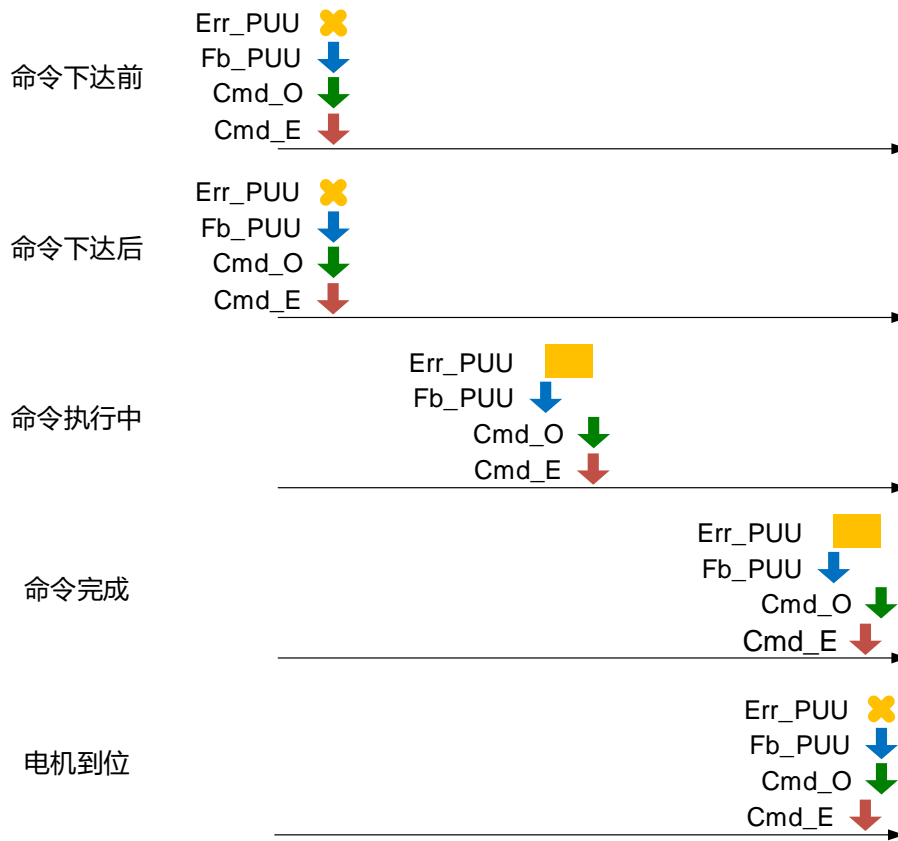

图 7.1.3.1.3 原点复归模式监控变量关系示意图
7.1.2 节中提到，PR 模式中有四个监控变量可提供用户观察伺服命令与回授的状态，分别为：命令位置 PUU(Cmd\_O)、PR 命令终点寄存器(Cmd\_E)、回授位置 PUU(Fb\_PUU)及位置误差 PUU(Err\_PUU)。在零点复归模式下，此四个监控变量的变化与位置命令的变化不相同，其原因是在原点复归完成时，因伺服的坐标系统尚未定义，目标位置无法在原点复归命令下达后得知，因此命令终点寄存器(Cmd\_E)无法计算。默认在原点复归模式运行中，命令终点寄存器(Cmd\_E)与命令位置 PUU(Cmd\_O)的内容会相同，直到寻得原点参考点并建立坐标系统后，命令终点寄存器(Cmd\_E)内容会设定为原点参考点的坐标，但伺服在寻得原点参考点后，电机开始减速至停止需要一段减速距离，此时 Cmd\_O 持续下命令，若无其他 PR 命令接触在原点复归之后，不同于一般的位置命令，最终命令位置 PUU(Cmd\_O)与命令终点寄存器(Cmd\_E)的内容值不同，如图 7.1.3.1.3。
ASDA-A3 的 PR 模式提供定速控制的功能，PR 速度命令的设定相关参数有加减速时间、延迟时间与目标速度。在 ASDA-Soft 软件的 PR 模式设定中选择[1]：SPEED 定速控制，即可方便完成速度命令的规划，如图 7.1.3.2.1。其中，INS 为插断命令，可插断前一段运动命令，请参阅 7.1.6 节。AUTO 为自动加载下一个 PR 功能，当此 PR 完成可自动执行下一段 PR。而目标速度有两种单位可供用户选择，分别为 0.1 rpm 与 1 PPS，目标速度的设定范围为-6000 rpm 至 6000 rpm。ACC/DEC 为加减速时间，由 PR 共用参数中选择，从静止至目标速度所需的时间亦由软件自动计算并显示在旁。DLY 为延迟时间，由 PR 共用参数中选择，延迟作用为命令的延迟，计算的基准为目标速度命令到达后，驱动器即开始计算延迟时间。
各参数的示意图如图 7.1.3.2.2；表 7.1.3.2.1 则为选择定速控制时，各位的功能定义。